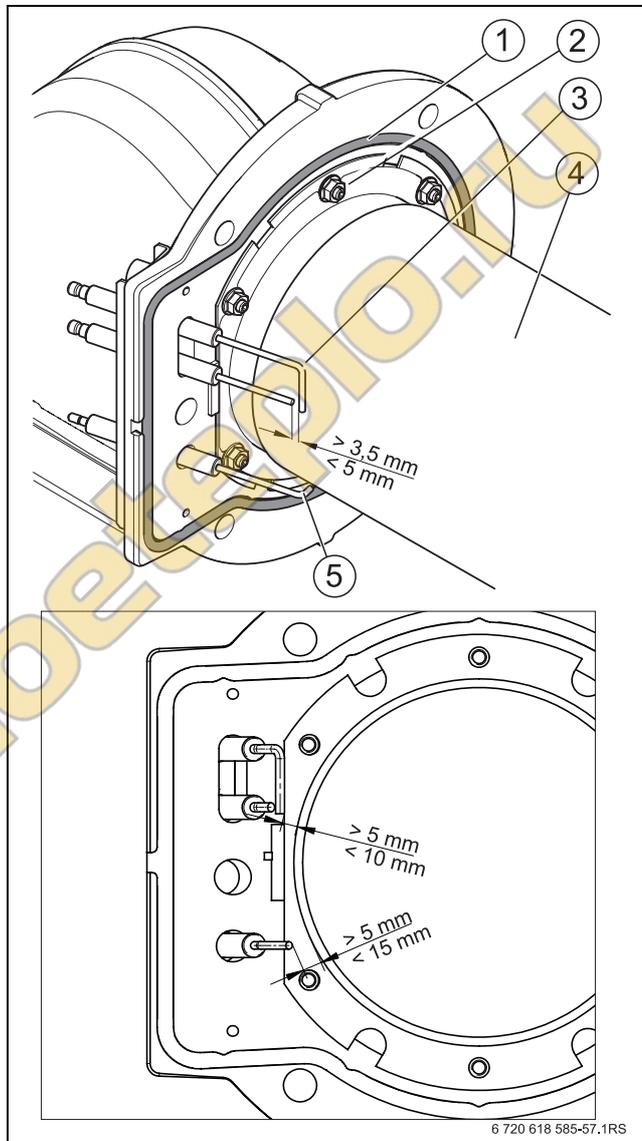

Рис. 54 Регулировка положения электродов
- ▶ Измерьте расстояния между электродами и сравните их со значениями на рис. 54.